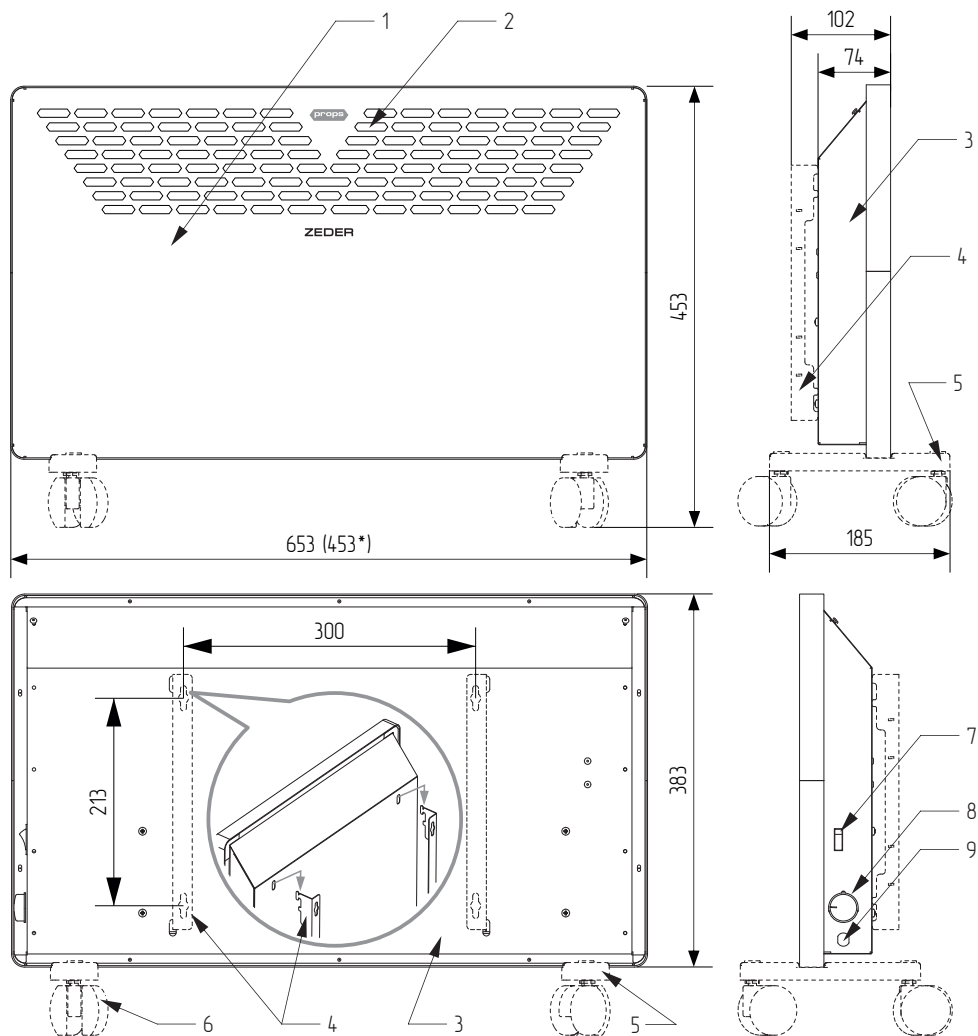

Рисунок 1. Габаритный чертёж и элементы конструкции электрического обогревателя.
5.1. Конвектор (см. рис. 1) представляет собой металлический корпус, состоящий из передней панели (1) и задней панели (3), внутри которого на шасси расположен металло-керамический электронагревательный элемент (на чертеже не показан). На корпус могут быть установлены настенные кронштейны (4) или колёсные опоры (5), имеющие по 2 поворотных колеса (6). На боковой поверхности корпуса расположены рокерный переключатель (клавишный выключатель) с подсветкой (7) и ручка термостата (8).
6.3. Для монтажа конвектора на стене следует помощью уровня и рулетки (линейки) следует разметить на стене отверстия. Межцентровое расстояние посадочных отверстий указано на чертеже (см. рис.1).
ОБРАТИТЕ ВНИМАНИЕ на правильное расположение кронштейнов (см. рис. 1). Навесьте конвектор на кронштейны.